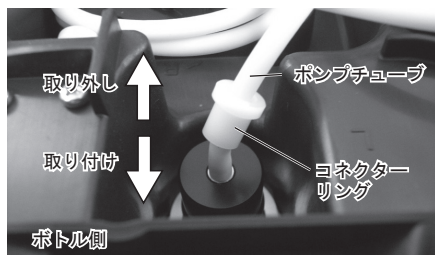

図39
- 3) ボトル側、操作パネル側のジョイントからそれぞれポンプチューブを取り外してください。(図 39、40)